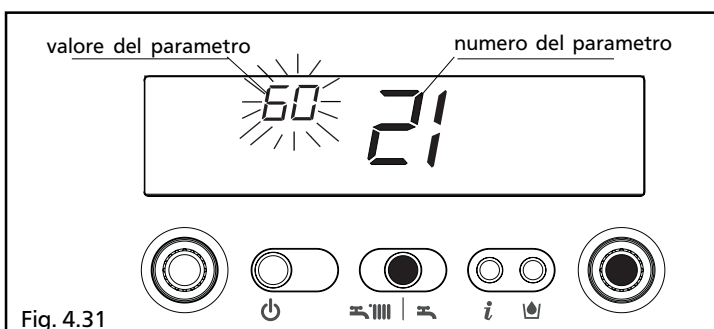

Fig. 4.31
- premere il tasto ENTER per accedere alla modifica del valore del parametro. Alla pressione del tasto ENTER lampeggia il valore precedentemente impostato (fig. 4.31)
Alla pressione del tasto ENTER i digit lampeggiano evidenziando il valore precedentemente impostato (fig. 4.31)